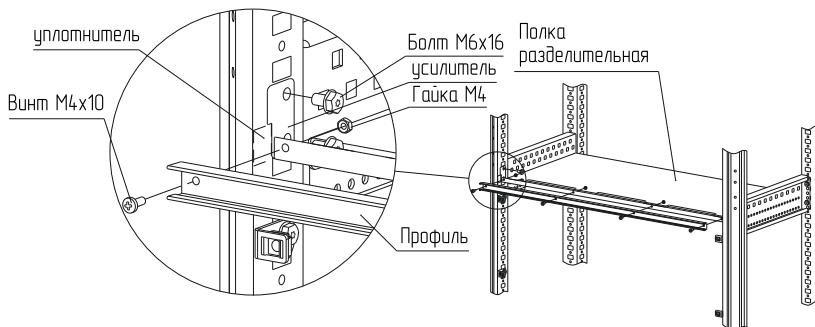

Рисунок 48
4.25.3 Установка притвора. Установите усилитель между стойками, при установке совместно с полкой разделятельной, усилитель должен надеться на переднюю часть полки. Наклейте уплотнитель (рисунок 48) и прикрепите профиль к усилителю комплектом винтов M4×10 и гаек M4 с моментом затяжки – 1,5 Н·м.